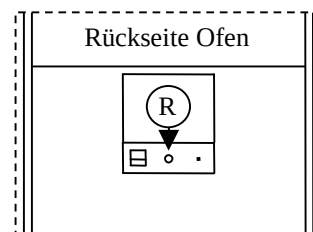

Abb. 22
- (**NUR BEI FEHLER 1**) Das Sicherheitsventil manuell wieder freischalten. Dazu den Druckknopf **R** auf der Rückseite des Ofens drücken (siehe **Abbildung 22**).